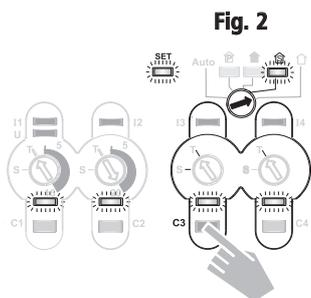

Fig. 2
3. Appuyez sur la touche manuelle du canal à modifier, jusqu'à ce que la LED de contrôle s'allume (voir fig. 2, canal C3).